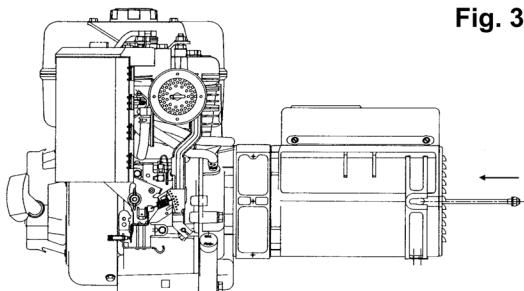

Fig. 3
-)Introducir el tirante central en su lugar (fig. 3).